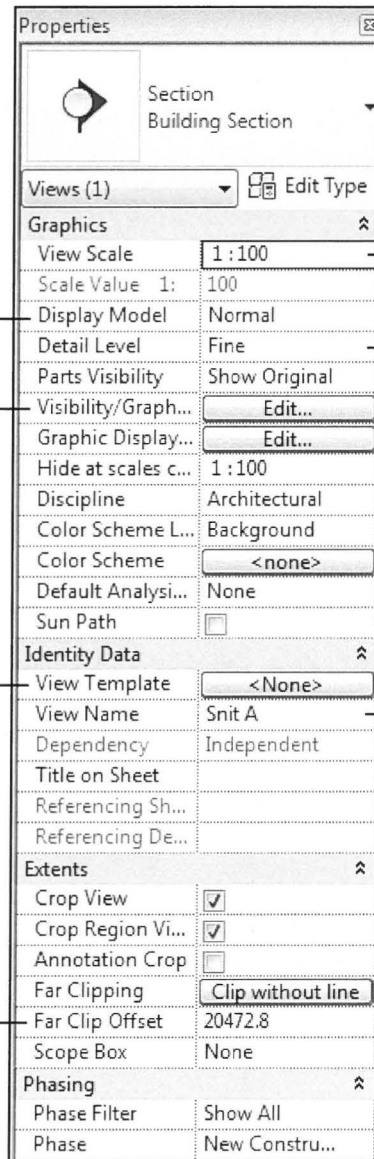

Fig. 13.09. *Properties for Section*
- Marker snittet med et enkelt klik og se over i *Properties* (Fig. 13.09)